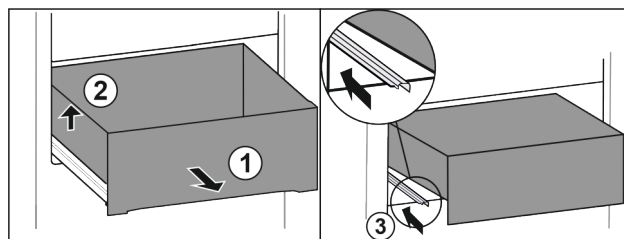

Fig. 17
- ▶ Lade tot de aanslag eruit trekken. Fig. 17 (1)
- ▶ Lade links optillen. Fig. 17 (2)
- ▶ Linker rail erin schuiven. Fig. 17 (3)